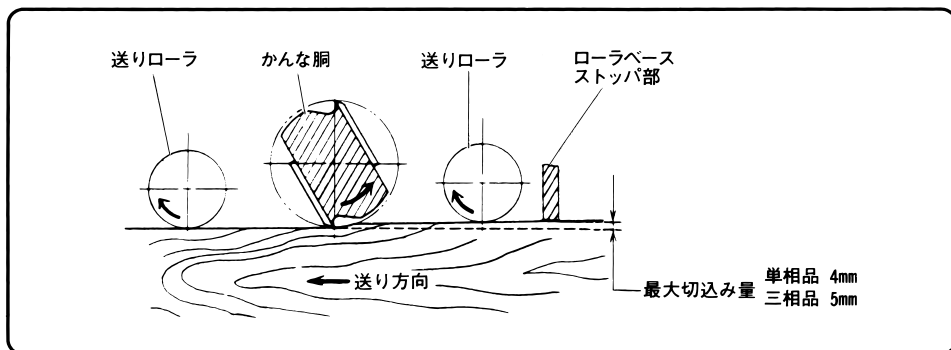

図 13
- 注** • 最大切込み量を4mm (三相品は5mm) 以上削ろうとしても、木材は、ストッパ部 (図13参照) につかえて入りません。この場合は、切込み量を4mm (三相品は5mm) 以下にして、2回以上に分けて削ってください。